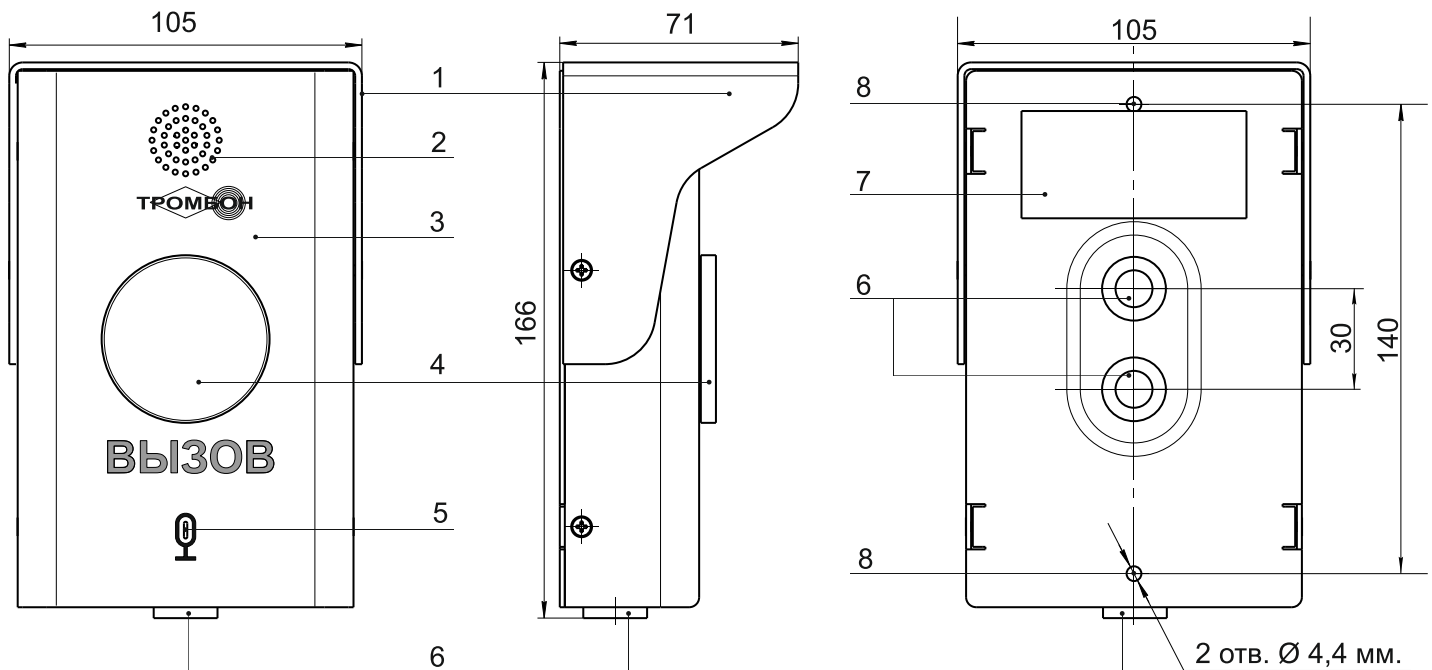

Рис. 1. Внешний вид АВУ со стороны передней, задней панелей и вид сбоку.
- 2). Подведите линии связи к месту установки АБУ. Обратите внимание, что отверстия на корпусе АБУ, предназначенные для подведения линий связи, расположены на задней крышке АБУ и на нижней части корпуса устройства (см. рис. 1 поз. 6).